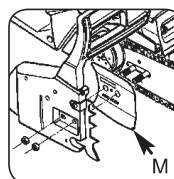

Рис. 3K
10. Возьмите из комплектации внешний держатель шины (M) и поставьте его так, чтобы его загнутые кромки (верхняя и нижняя) были направлены к наружной стороне цепи (Рис. 3K).